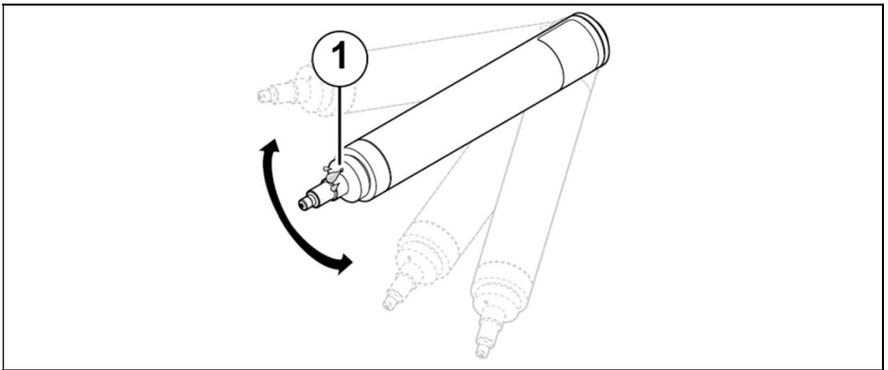

Abb. 12: Sensorkörper trockenschütteln
- ▶ Sensorkörper mehrfach trocken schütteln (siehe Abb. 12, S. 26).